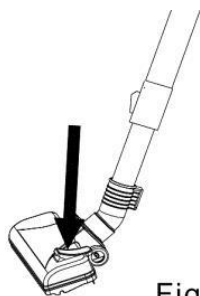

Fig.12
**Brosse pour sols :** La brosse pour sols peut être utilisée pour le nettoyage des tapis et du plancher. Utilisez le bouton situé au-dessus de la brosse pour adapter la brosse au type de sol que vous souhaitez nettoyer. Descendez la brosse pour nettoyer les planchers, remontez-la pour nettoyer les tapis (Fig. 12).